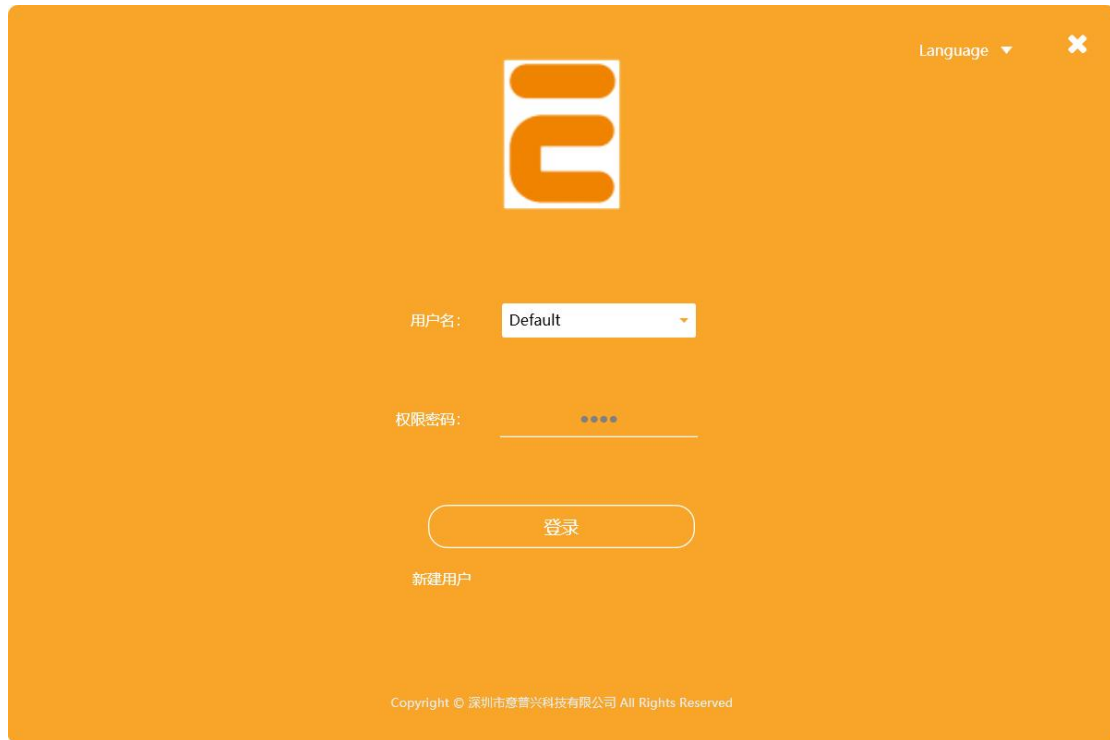

图 5 登陆界面
1、点击 ESRsoftware.exe 执行程序, 进入登陆界面 (如图 5);